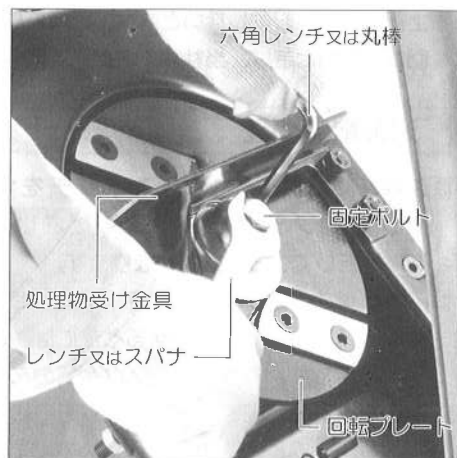

図11
- ・回転プレートの取りはずしは、中心にある固定ボルトをスパナ・レンチ等で左に回してください。処理物受け金具を取り外して、プレートを取り替えます。取り付けは、ボルトを右に回して軽く締め、処理物受け金具を確実に締め付けてから、回転プレートの動きを止めて固定ボルトを確実に締め付けてください。(回転プレートの固定ボルトには空転防止のワッシャがついています。必ず固定ボルトの下に入れてください。)(図11参照)